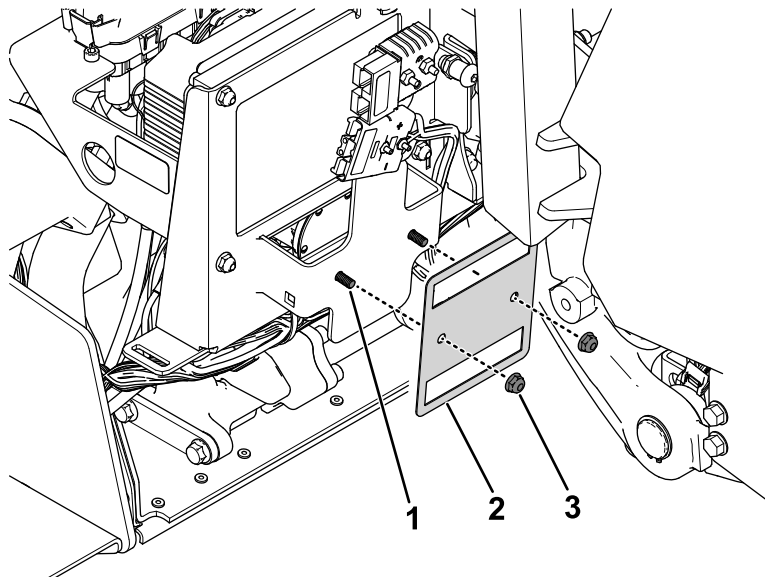

Figur 35
2. Ta bort och spara säkringsenheterna (säkringar och kablar) från säkringsfästet (Figur 35).
4. Montera säkringsenheterna på det nya säkringsfästet (Figur 35).